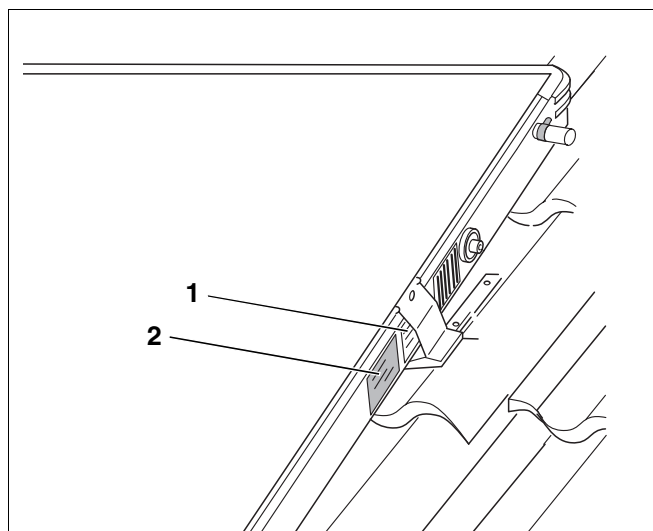

Fig. 3 Posição - Placa de identificação autocolante
- Cole a placa de identificação autocolante (Fig. 3, **Item 2**) em cima do lado direito do colector, ao lado da placa de identificação existente (Fig. 3, **Item 1**).